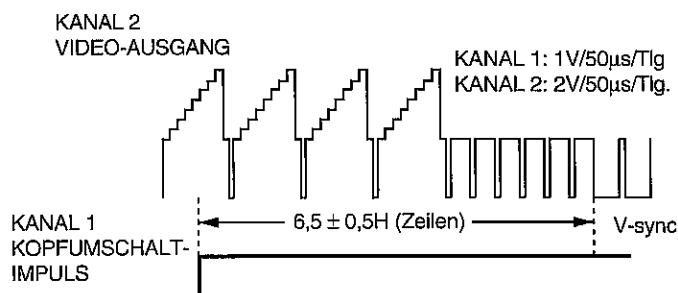

Abbildung 5-2.
6. Die Überprüfung der Wellenform am Oszilloskop gemäß Abbildung 5-2. unmittelbar nach Einstellung des Kopfumschaltpunkts vornehmen.
- ① TEST-Modus aktivieren, wenn die Einstellung des KOPFUMSCHALTPUNKT und der Funktionen AUTOMATISCHE SPURLAGE nicht möglich ist.
- ② Das Kassettensteuerteil entfernen und das Bandlaufwerk in den Betriebsmodus setzen.